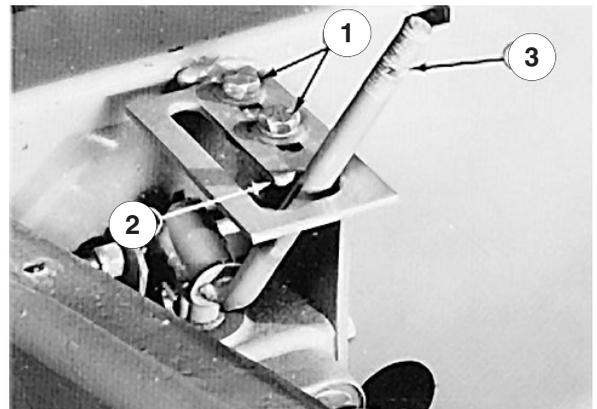

Bild 48
3. Lösen Sie die beiden Kopfschrauben oben auf der Hubhebelklinke (Bild 48). Platzieren Sie die Klinke auf der abgerundeten Spitze der Klinke (Bild 48) und schieben Sie die Klinke nach vorne, bis Sie einen Widerstand spüren. Dann ziehen Sie die Kopfschrauben an, um die Klinke zu befestigen. Überprüfen Sie, ob sich der